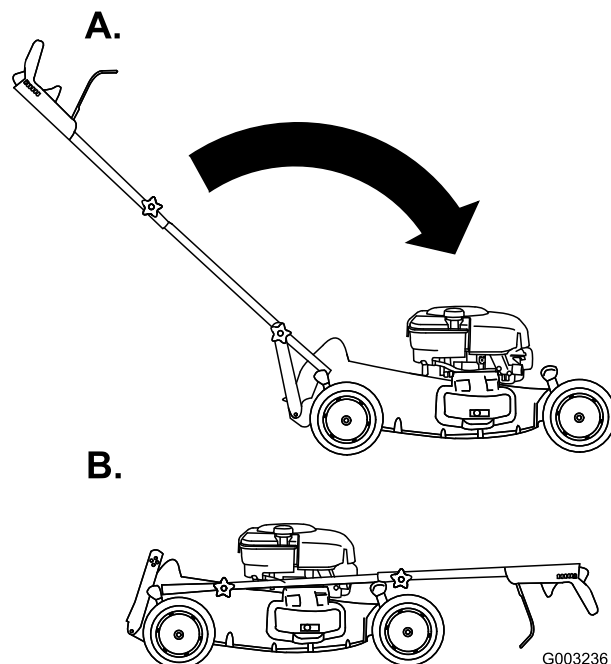

Figure 43
2. Pliez la partie supérieure du guidon en avant (Figure 43).